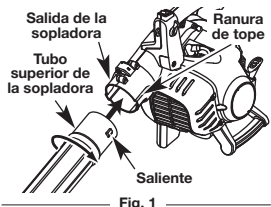

Fig. 1
1. Alinee el saliente del extremo del tubo superior de la sopladora con la ranura de tope en el extremo inferior de la salida de la sopladora (Fig. 1).
2. Inserte el tubo superior de la sopladora en la salida de la sopladora (Fig. 1).
3. Gire el tubo superior de la sopladora en el sentido de las agujas del reloj hasta que traben en su sitio (Fig. 1).